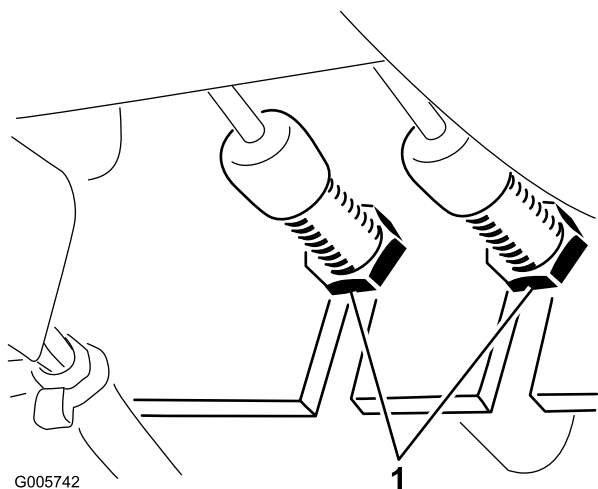

Bild 60
1. Lockern Sie zum Reduzieren des Spiels der Pedale zum Richtungswechsel (Anziehen der Bremsen) die vordere Mutter am Gewindeende des Bremszugs (Bild 60). Ziehen Sie dann die hintere Mutter fest, um den Zug nach hinten zu bewegen, bis die Bremspedale ein Spiel zwischen 13 und 25 mm aufweisen. Ziehen Sie die vordere Mutter fest, wenn die Bremsen einwandfrei eingestellt sind.